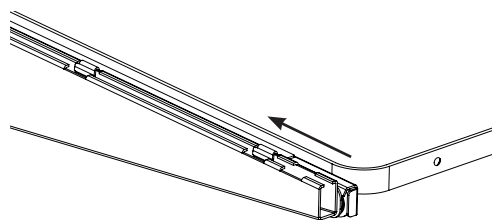

Figure 3
**ÉTAPE 5:** Lorsque bien positionné, poussez l'ensemble vers le mur afin de fixer les attaches au support (**Figure 3**). Installez les capuchons de plastique sur les dessus pour les verrouiller en position.